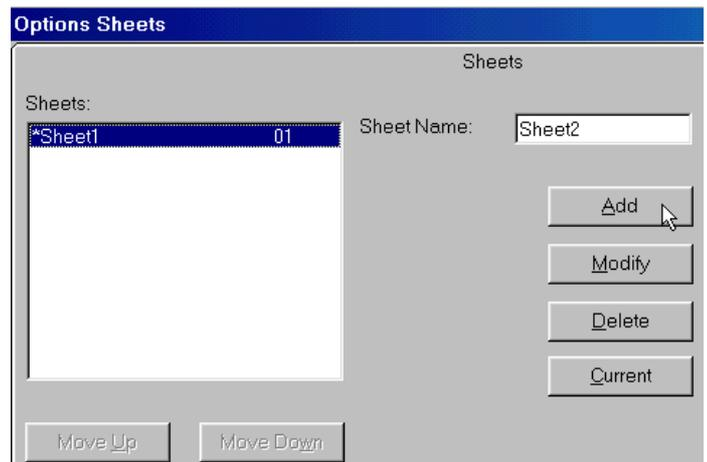

Рис. 6-1. Добавление страниц в проект
3) На панели **Option Sheets** (см. рис. 6-1) в окне Sheet Name (название страницы) наберите **Sheet2** и нажмите кнопку **Add** (добавить). Новое имя появится в окне *Sheets*: (страницы).